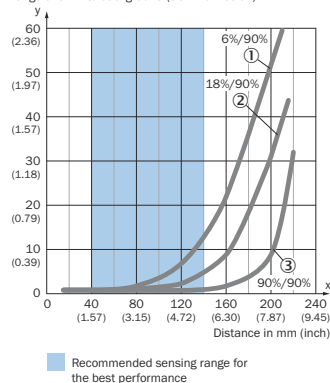

Figura 5: Curva característica
La distancia mínima (= y) para la supresión de fondo puede calcularse de la siguiente manera a partir del diagrama [figura 5 ①]: